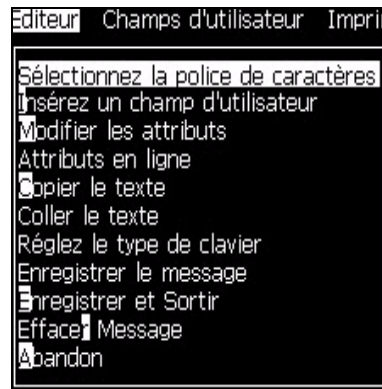

Figure 5-34: Menu Editeur de texte
- 1 Appuyez sur les touches *Alt+E* ou appuyez sur *F1*. Le menu *Editeur* de texte apparaît (voir la section Figure 5-34).